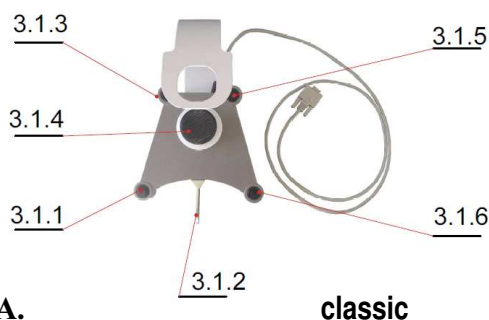

Рис. 1.3 А.
3.1. Ножная педаль - Рис. 1.3 А
Функции ножной педали CLASSIC - рис. 1.3А :